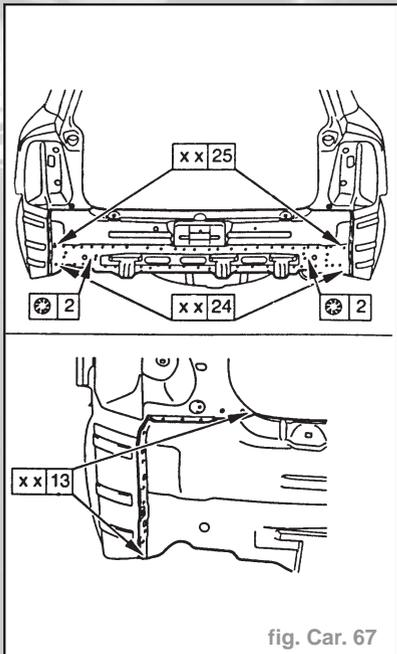

fig. Car. 67
- Ajuster le panneau arrière, partie inférieure. Préparer les brides, appliquer de la peinture pour soudure par points. Souder les nouvelles pièces (fig. Car. 67).